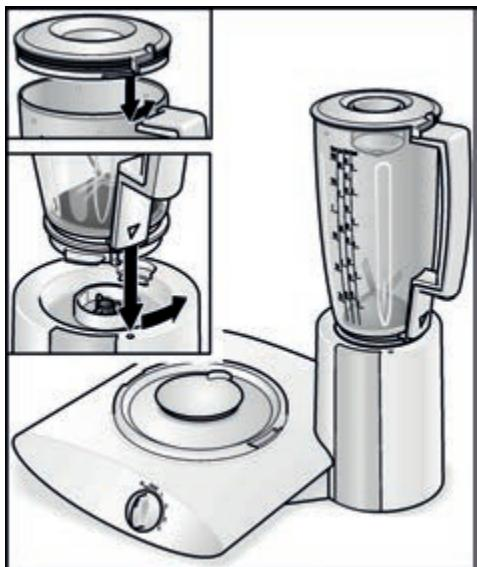

Figure 13
4. Placez le bol mixeur avec couvercle sur le mécanisme à haute vitesse de la base. Tenez compte du repère sur l'appareil et sur le mixeur. Puis tournez le bol en sens inverse des aiguilles d'une montre tout en appuyant légèrement jusqu'à ce que le bol soit fermement en assise (voir figure 13).